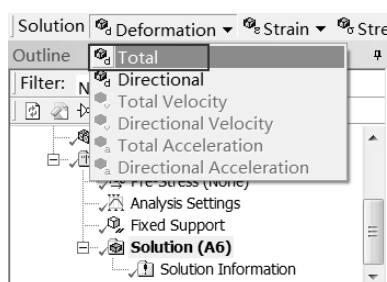

图 6-23 添加变形选项
Step2：选择 Solution 工具栏中的 Deformation（变形） Total 命令，如图 6-23 所示，此时在分析树中会出现 Total Deformation（总变形）选项。